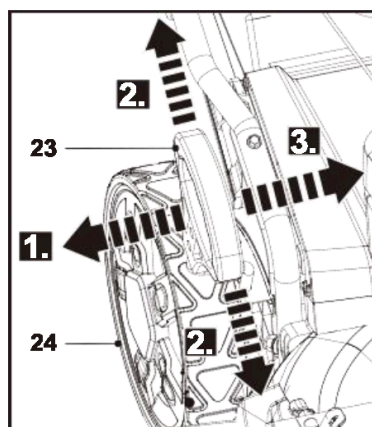

Рис. 20
1. Установите рычаг регулировки высоты скашивания (24) выше второго нижнего положения (рис. 20).
1. Потяните рычаг регулировки высоты скашивания (23) в сторону заднего колеса (24) (см. рис. 20, пункт 1), затем переместите его вперед или назад, чтобы установить желаемую высоту (см. рис. 20, пункт 2).
2. Отпустите рычаг (23) и убедитесь, что он правильно зафиксирован (рис. 20, пункт 3).